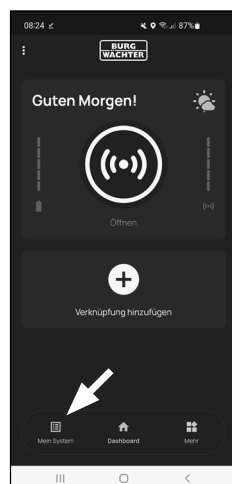

Fig. 4
- 7 Appare la schermata principale dell'app *BURGS*mart. Aprire il menu "Mein System" (Il mio sistema) in basso a sinistra (Fig. 4).